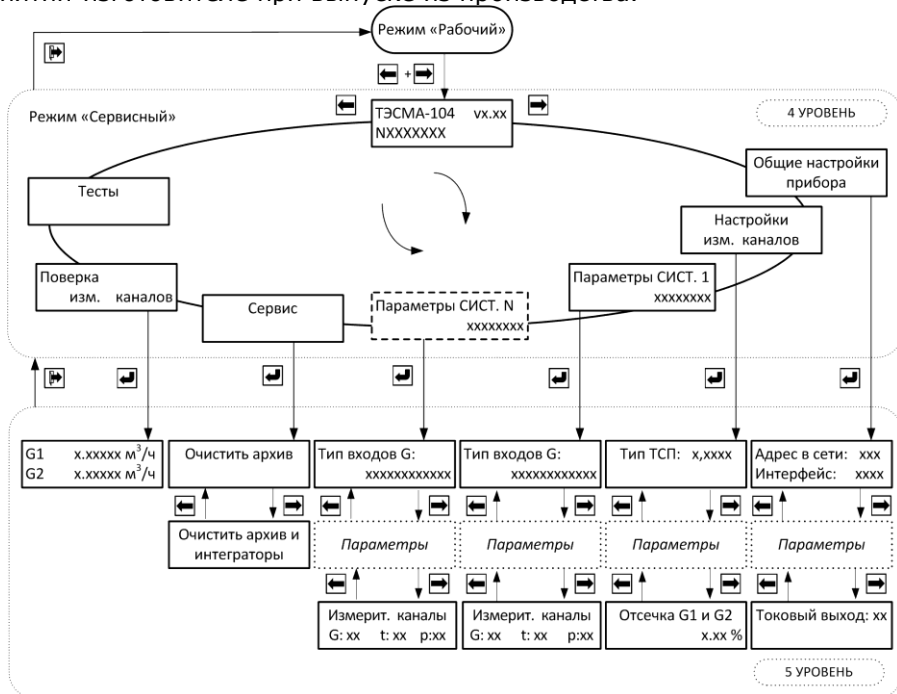

Рис. 9.3 Режим «Сервисный»
6.7.1. Для входа в режим работы теплосчетчика «Сервисный» необходимо, находясь в любом меню режима «Рабочий», **одновременно нажать кнопки «влево» и «вправо»**. Порядок перехода между окнами в режиме «Сервисный» изображён на рис. 9.3.